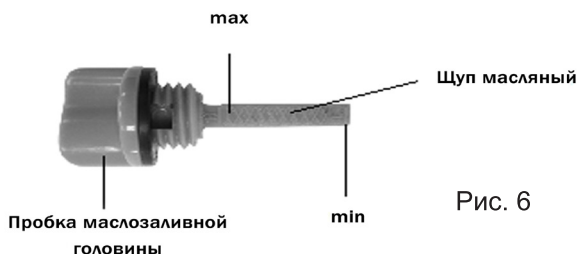

Рис. 6
3. Извлеките щуп и проверьте уровень масла. Он должен находиться между верхней и нижней отметкой контрольного щупа ближе к верхней отметке (max) (рис.6). В случае необходимости долейте свежее моторное масло